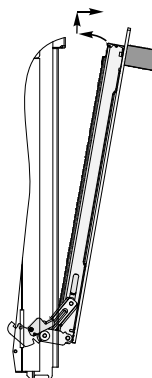

рис. 11
4. Взять дверцу за боковые стороны и потянуть на себя и вверх, чтобы освободить нижние оси шарниров, см. рис.11;